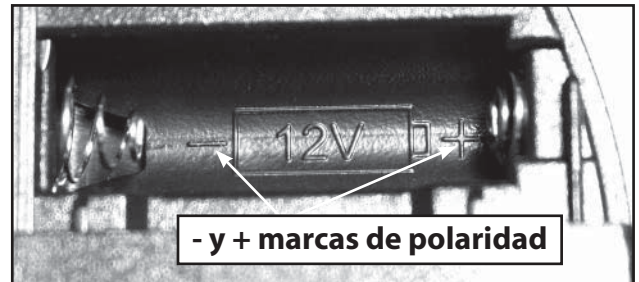

FIG. 8-2 Haga coincidir la polaridad de la batería
- Asegúrese de que la batería nueva esté en la dirección correcta (Haga coincidir la polaridad con los símbolos adentro de la tapa de la batería) (**Fig. 8-2**).